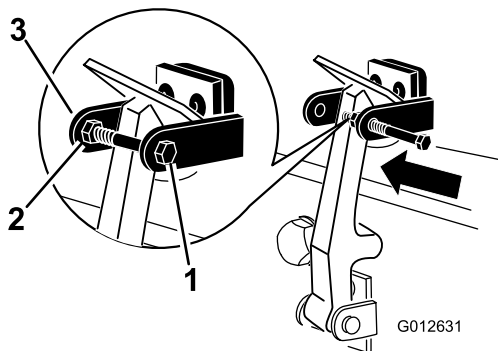

Figura 10
- Avvitare il bullone nell'altro braccio della staffa di chiusura del cofano per fissare il fermo in posizione (Figura 10).